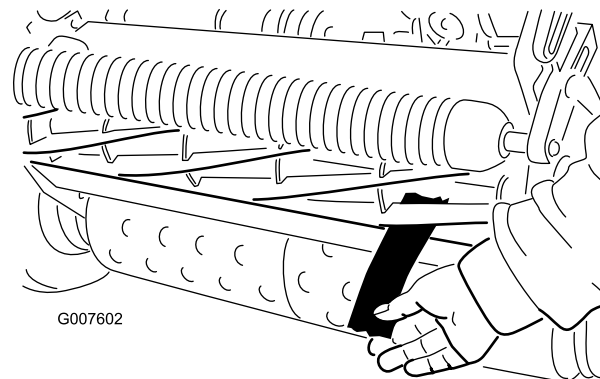

図 40
6. 両側の調整ができれば最終確認を行う：紙片をリールの前から差し込んだ時にははさむだけ、下から差し込むと切れるのが正しい調整である(図 40)。リールと下刃のごくわずかの接触で紙が切れなければいけない。接触を強くしないと切れない(リール回転トルクが0.08 kg.m以上)場合には、鋭利な刃先を取り戻して精密なカットができるようにバックラップか研磨を行うことが必要(Toro研磨マニュアルを参照。)
4. リール前面の左右いずれかの端を選び、リールと下刃の間に、長く切った新聞紙片を差し入れる(図 40)。リールをゆっくり前回転させながら下刃調整ネジを締める(新聞紙を入れた側の調整ネジを、1目盛りづ